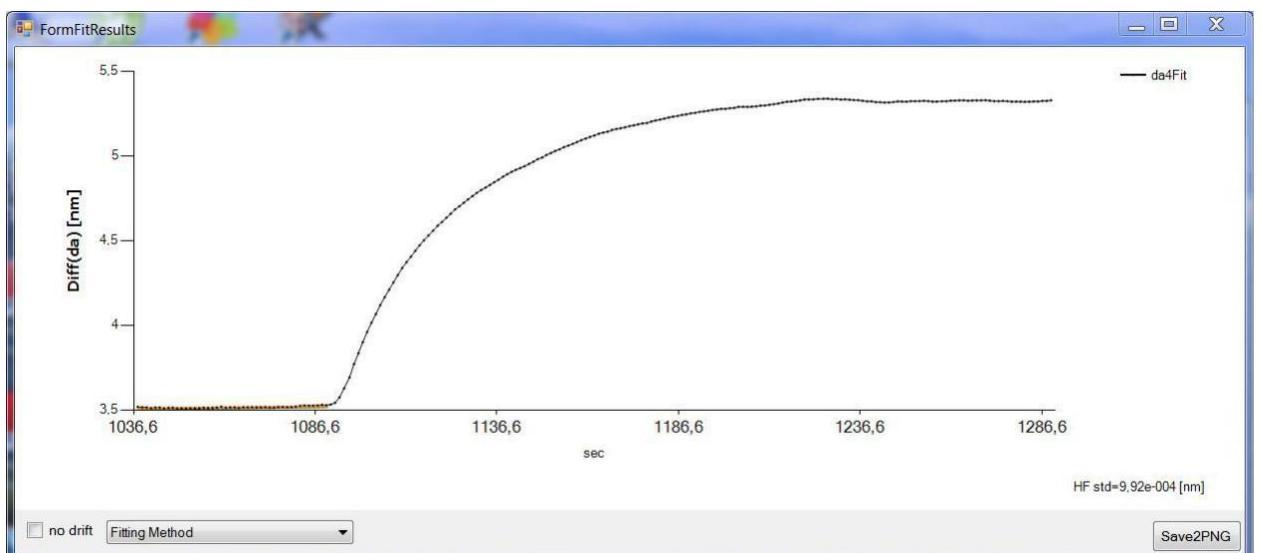
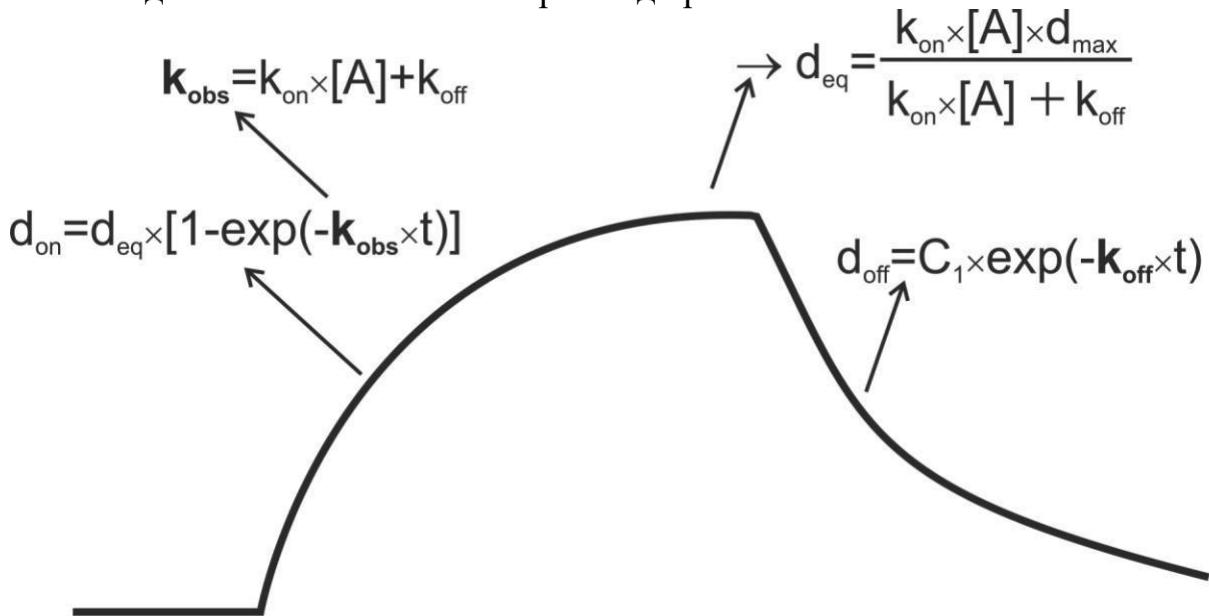

Рисунок 15. Форма для подгонки выбранной части данных.
Рисунок 18. Схематическая кинетическая кривая, показывающая фазы ассоциации и диссоциации.
Выбранная часть точек данных откроется в отдельном окне «*FormFitResults*» (см. рисунок 15), где можно выбрать метод подгонки. В программе есть несколько методов подгонки. Все они показаны на рисунке 16. Внутренние детали процесса подгонки можно найти в окне «*FittingOutput*», представленном на рисунке 17.
В окне «FormFitResults» **Рисунок 15**) можно выбрать несколько кинетических моделей для подгонки данных. На **Рисунке 16** показаны доступные модели (A-D) для подгонки. Основная модель — модель Ленгмюра (с дрейфом и без дрейфа — (B) на **рис. 16**). В этой модели (схематически изображенной на **рис. 18**):